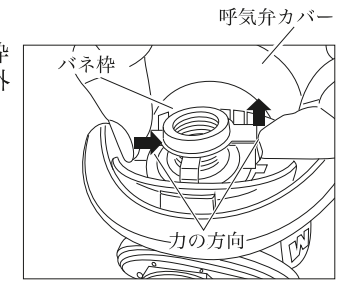

図1
- 呼吸弁カバーを開き、バネ枠を図1のように力を加えて外します。